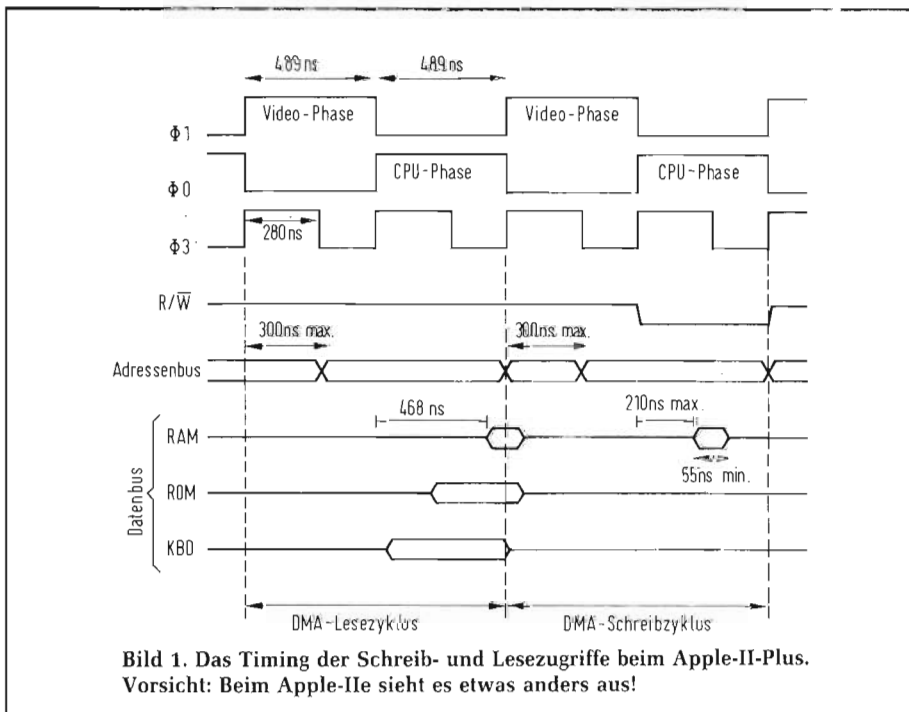

Bild 1. Das Timing der Schreib- und Lesezugriffe beim Apple-II-Plus. Vorsicht: Beim Apple-IIe sieht es etwas anders aus!
- 2) DMA muß spätestens 178 ns nach einer positiven $\Phi 1$ -Flanke auf High gezogen werden, damit der 6502 noch seinen eigenen Adressenbus setzen kann (Bild 1).